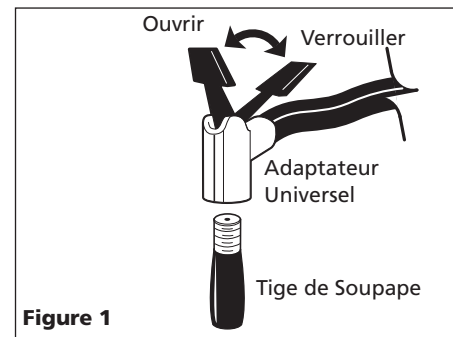

Figure 1
2. Tourner l'adaptateur sur la tige de soupape dans le sens horaire jusqu'à ce que l'on obtient la bonne connexion (Voir Figure 1).